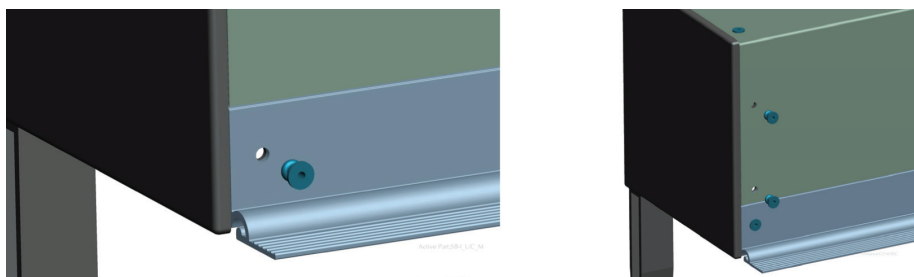

Рис. 10. Установка фасадной шины
1.2. Установить и закрепить шину фасадную (рис. 10):